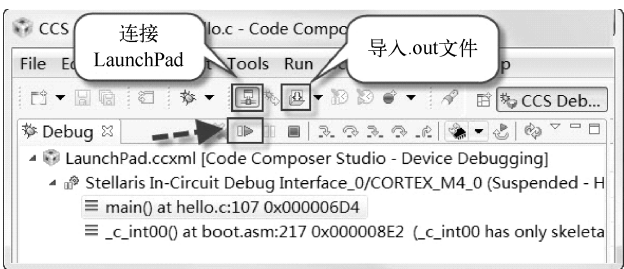

图 1-13 导入 .out 文件的过程及启动程序在 EK - TM4C123GXL 中测试
④ 按图 1-13 所示步骤导入 .out 文件并启动程序在 EK - TM4C123GXL 开发板上运行。为了观察在 .out 文件在 EK - TM4C123GXL 开发板中的运行结果，下面将采用 puTTY 串口助手来观察其运行结果。